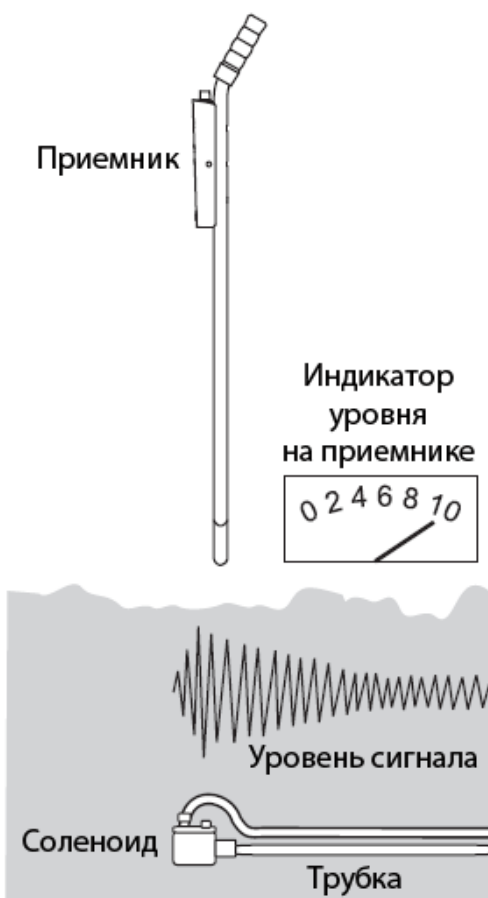

Рисунок 6 – Поиск конца сломанного провода
**Этап 1.** Запустите генератор сигналов управления. Подсоедините красный провод передатчика к проводу, который идет к искомому клапану, А черный провод к заземлению. Включите передатчик, установите максимальный уровень выходного сигнала, соберите приемник, найдите трассу провода, и начните трассировку провода по нулевому уровню принимаемого сигнала. Нулевой сигнал будет сохраняться до прохождения электромагнитного клапана, после которого станет чрезвычайно сильным. Пометьте эту точку. Проверьте зону вокруг помеченной точки и поищите зону с нулевым сигналом. Если имеется нулевой сигнал, следуйте за ним и отмечайте следующие точки появления сильного сигнала (смотрите рисунок 6). Если обнаружена только одна точка появления сильного сигнала (один клапан), этот клапан будет под вопросом.